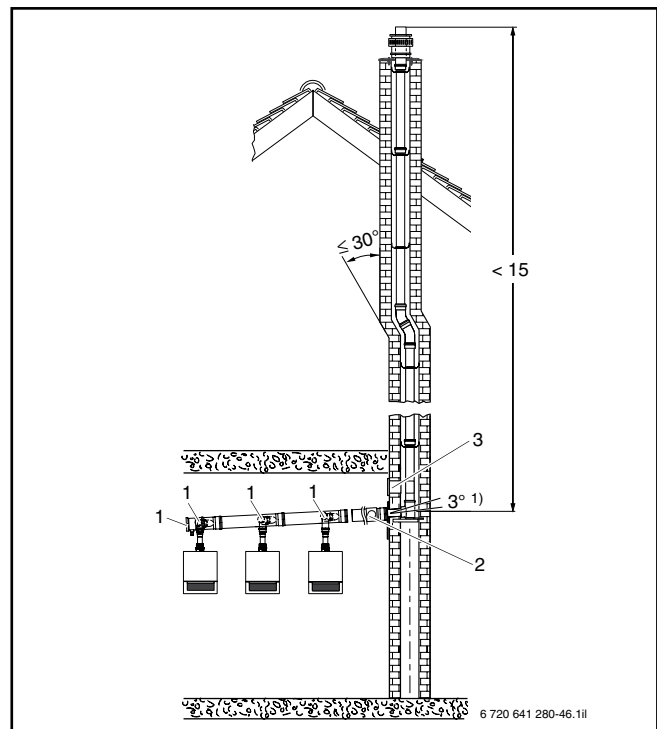

Fig. 81 Esempio di collocazione dell'apertura di ispezione per una cascata (misure in m)
- lateralmente nel segmento orizzontale della condotta di scarico dei gas combusti al massimo a 30 cm dalla deviazione nel segmento verticale (→ fig. 81).
- l'apertura di ispezione inferiore per DN160 e DN200 è collocata in maniera conforme alla fig. 81, pos. 3
- l'apertura di ispezione inferiore è realizzata secondo DIN 18160-1 e 18160-5 (→ fig. 80 e fig. 81)